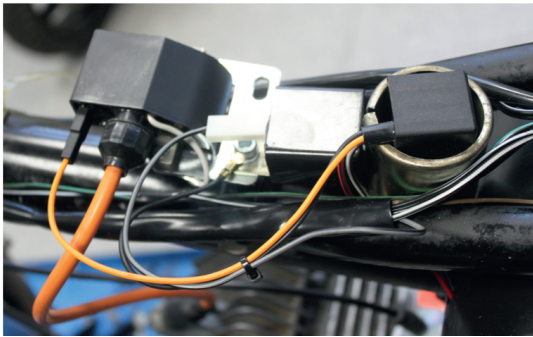

Abb.7
- ▶ Das rot/schwarze und weiß/schwarze Kabel der CDI führen Sie nach unten ins Gehäusemittelteil. Abb.7